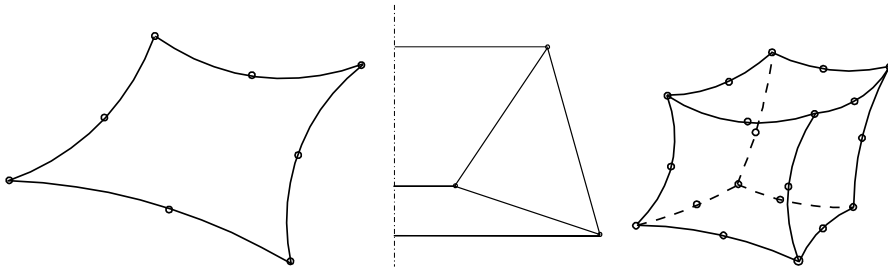

Bild 2-21: Beispiele für Kontinuumselemente
- Aufstellen von Elementsteifigkeitsmatrizen (ESM) für komplizierte Elemente, besonders Kontinuumselemente, siehe Bild 2-21.